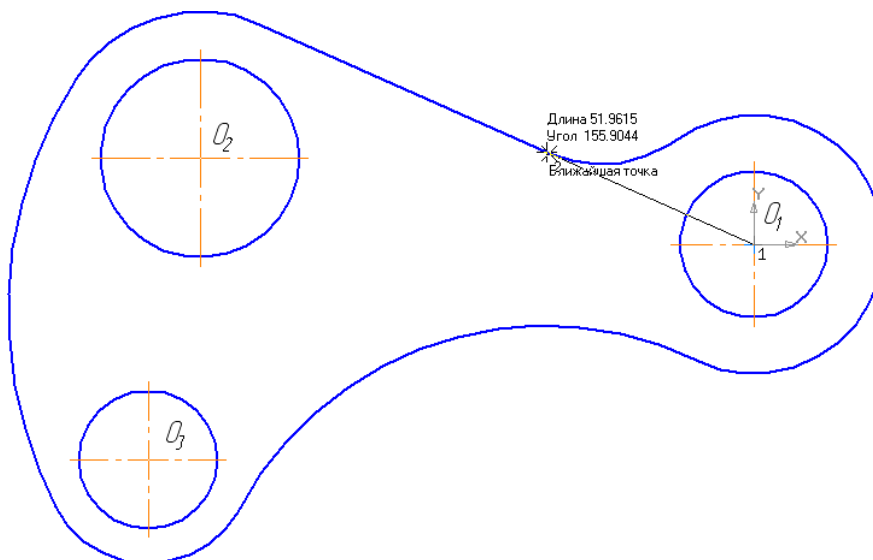

Рис. 7
4. Постройте отрезок, проходящий из центра окружности  $O_1$  до касательной прямой стилем линии **Тонкая**. Этот отрезок определяет направление касательной через центр окружности  $O_1$  и необходим для правильного чтения чертежа, рис. 7.